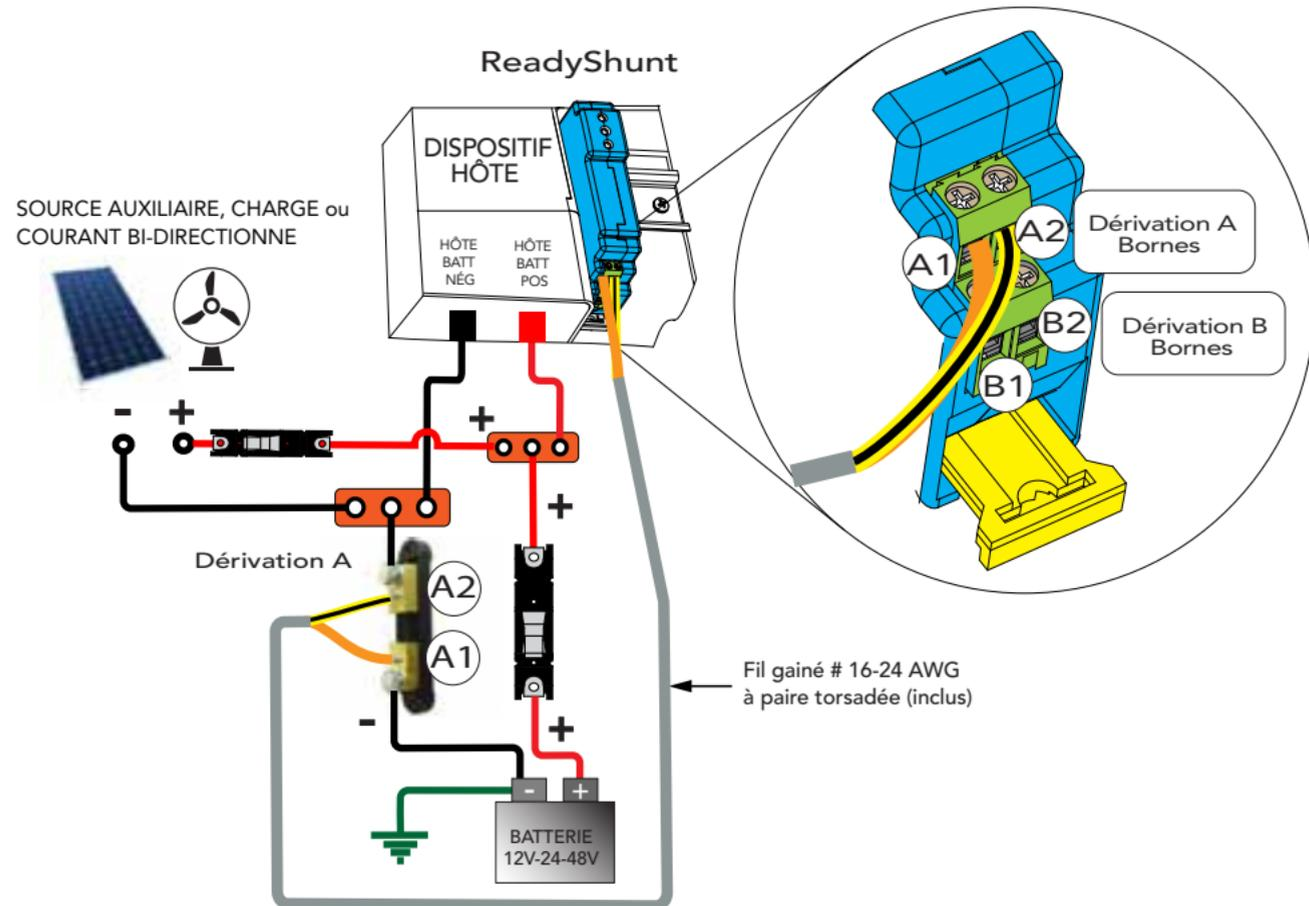

Figure 5-3. Exemple de câblage du courant net de batterie du Shunt Block
Pour un système avec shunt(s) de jambe négatif(s), connectez le fil à bande jaune/noir (paire torsadée) au côté charge/charge du shunt, puis connectez l'autre extrémité au connecteur A(2) ou B(2) Borne ReadyShunt (voir vue éclatée des bornes dans les Figures 5-3, 5-4 et 5-5).
Reportez-vous aux figures 5-3, 5-4 et 5-5 pour les schémas d'applications courantes. Les barres d'alimentation sont représentées pour plus de clarté, le câblage réel peut varier.